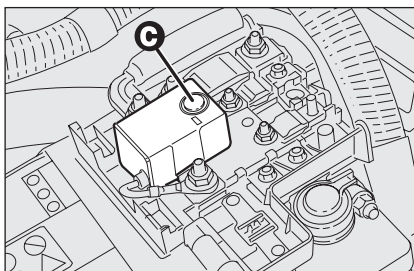

fig. 55
- ☐ appuyer sur le bouton **C-fig. 55** pour réactiver l'interrupteur de l'alimentation électrique.